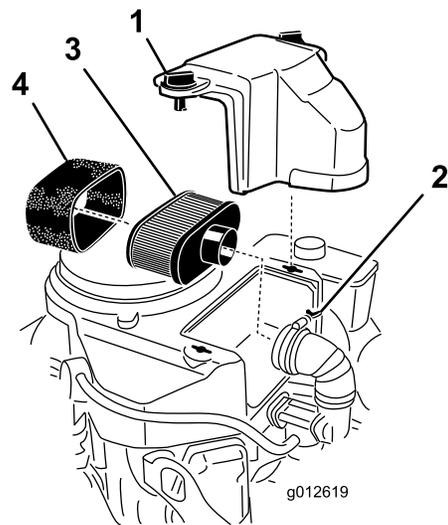

Figura 41
3. Limpie alrededor del limpiador de aire de forma que la suciedad no penetre en el motor y cause daños (Figura 41).
4. Afloje los pomos de la tapa y retire la tapa del limpiador de aire (Figura 41).
5. Afloje la abrazadera y retire el conjunto del limpiador de aire (Figura 41).
6. Retire cuidadosamente el filtro de gomaespuma del filtro de papel (Figura 41).
Nota: Si está muy sucio, cambie el elemento de papel por uno nuevo (Figura 41).
1. Deslice cuidadosamente el filtro de gomaespuma sobre el filtro de papel (Figura 41).
2. Coloque el conjunto del limpiador de aire sobre la base del limpiador de aire o la manguera y sujételo (Figura 41).
3. Coloque en su posición la cubierta del limpiador de aire y apriete el pomo de la cubierta (Figura 41).